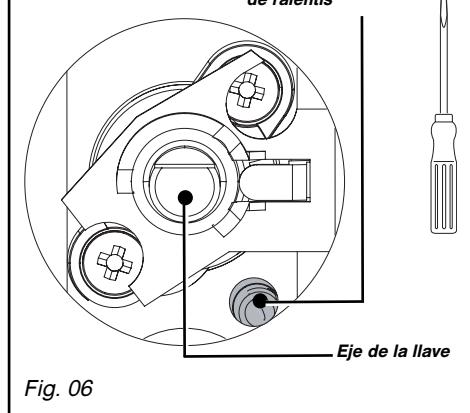

Fig. 06
- Desatornille el tornillo de latón de regulación de los ralentí (amarillo) (Fig. 06), utilizando un destornillador plano, dando **2 vueltas en el sentido inverso a las agujas de un reloj**.